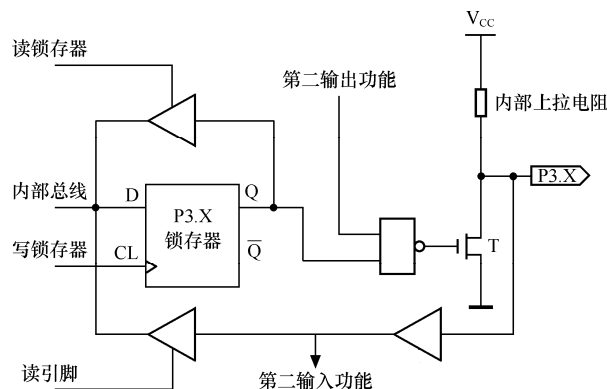

图 1.10 P3 端口的位结构
- P3 口：P3 端口的位结构如图 1.10 所示，内部有 30kΩ 上拉电阻，执行输出功能时不必连接外部上拉电阻；该 8 位都为漏级开路输出，每个引脚可以驱动 4 个 LS 型 TTL 负载；若要执行输入功能，必须先输出高电平，方能读取该端口所连接的外部数据。